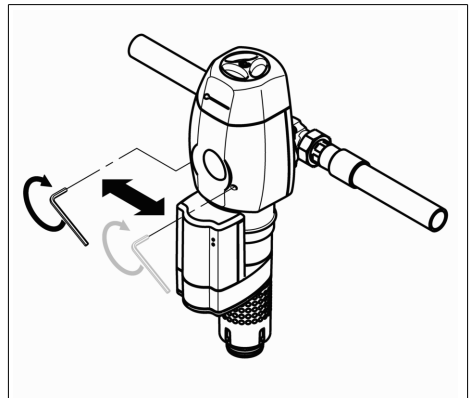

Abb. 5: Montage JUKO-EC-AT
Der Einbaudrehflansch muss in Fließrichtung installiert werden. Diese ist durch einen eingegossenen Pfeil gekennzeichnet (siehe Abb. 5).
- Die beiden Schrauben in der Frontseite mit einem Innen-Sechskantschlüssel mehrfach abwechselnd festschrauben (siehe Abb. 5).